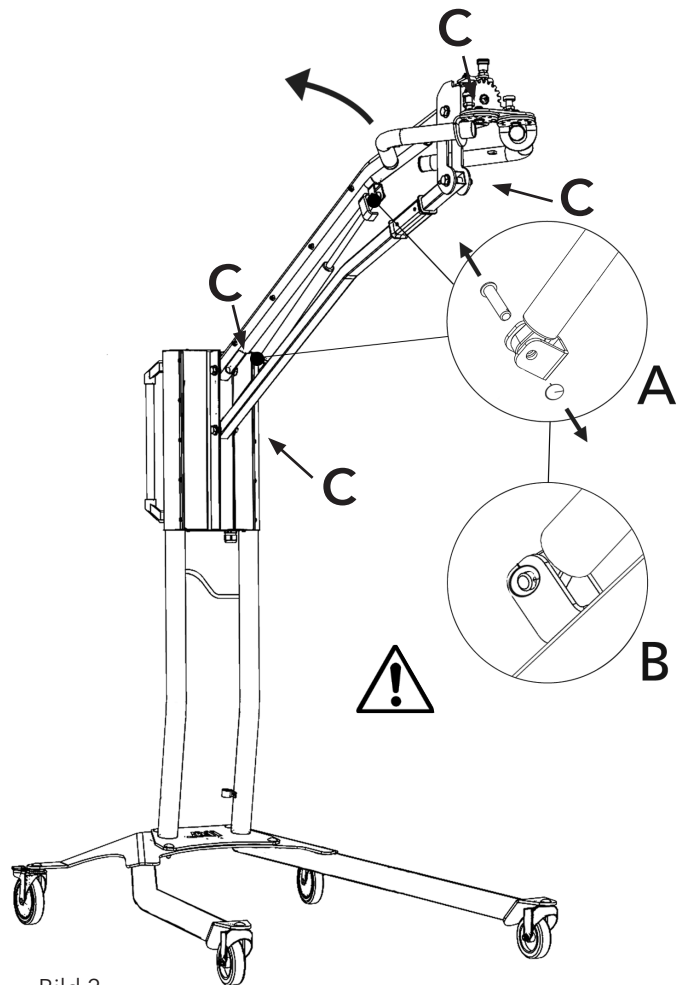

Bild 2
Wenn der mobile Trockner nicht in der höchsten oder niedrigsten Position stehenbleibt, sondern von selbst etwas abfällt bzw. ansteigt, ziehen Sie die vier Schrauben fest, die in Abb. 2 mit dem Buchstaben "C" bezeichnet sind. Die Gasdruckfeder muss ausgetauscht werden, wenn der Stativarm trotz Nachziehens der Schrauben nicht mehr in der gewünschten Position bleibt, oder wenn die Einstellung des Stativarmes zu träge ist.
2. Schieben Sie den Parallelarm in die ganz aufrechte Stellung. (Abb. 2)
4. Nehmen Sie die Sperrringe und die beiden Stifte heraus. Schieben Sie die Gasdruckfeder etwas nach oben/nach vorne und nehmen Sie sie heraus. (Abb. 2)